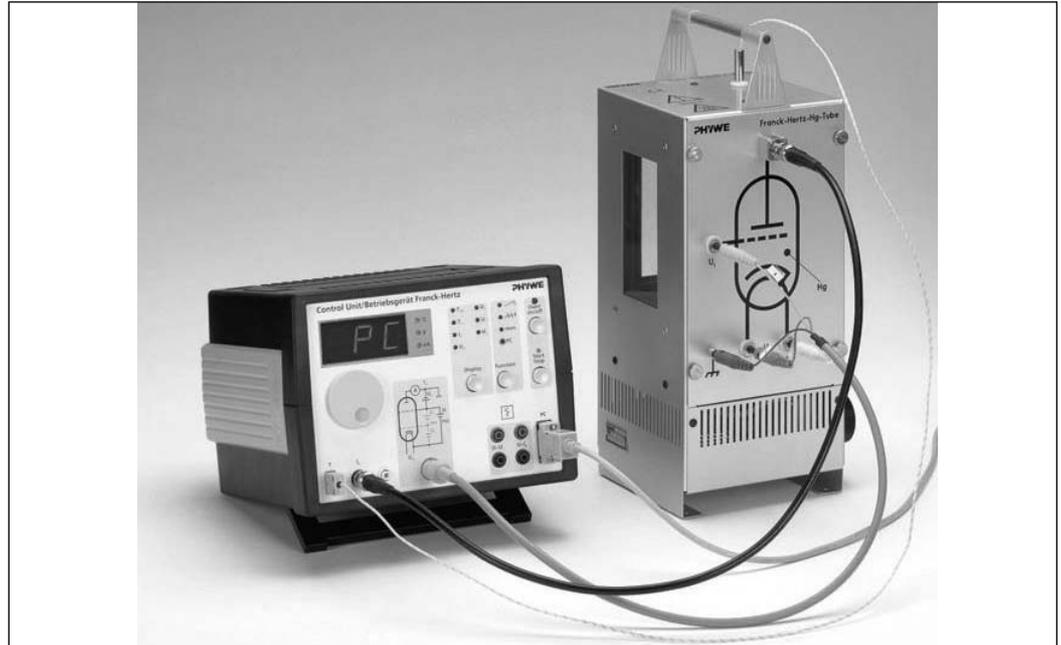

Abb. 1: Franck-Hertz Experiment mit Hg-Röhre und Ofen.
Die Hg- bzw. Ne-Röhre über 5-poliges Kabel und BNC-Kabel mit dem Betriebsgerät verbinden [Anschlüsse (9) und (11)]. Bei der Verbindung der Hg-Franck-Hertz Röhre ist darauf zu achten, dass die Beschriftungen der 4 mm-Stecker mit denen der Buchsen auf der Platte übereinstimmen (siehe Abb. 1). Für den Betrieb der Hg-Röhre ist zusätzlich ein Temperatursensor (12) anzuschließen. Die Fühlerspitze wird durch die Öffnung im Franck-Hertz Ofen geführt und in der Höhe der Röhren-Kathode positioniert. Des Weiteren ist der Ofen mittels der Anschlussleitung mit der Schukosteckdose auf der Rückseite des Betriebsgerätes zu verbinden. Hierbei ist zu beachten, dass die Anschlussspannung des Ofens mit der örtlichen Netzspannung übereinstimmt. **Der seitlich am Ofen befindliche Drehknopf ist auf Maximum zu stellen.** Hierdurch wird gewährleistet, dass der Bimetallschalter im Ofen erst bei sehr hohen Temperaturen aktiviert wird und den Ofen abschaltet, und somit den Regelprozess nicht stört. Zur Erfassung und Darstellung der Messwerte die Ausgänge (7) und (8) an einen xyt-Schreiber oder an einen Oszilloskop anschliessen. Für die Messung mit Hilfe eines Computers ist das Betriebsgerät über ein RS 232-Kabel mit der seriellen Schnittstelle zu verbinden (falls notwendig einen USB - RS 232 Adapter 14602.10 verwenden).